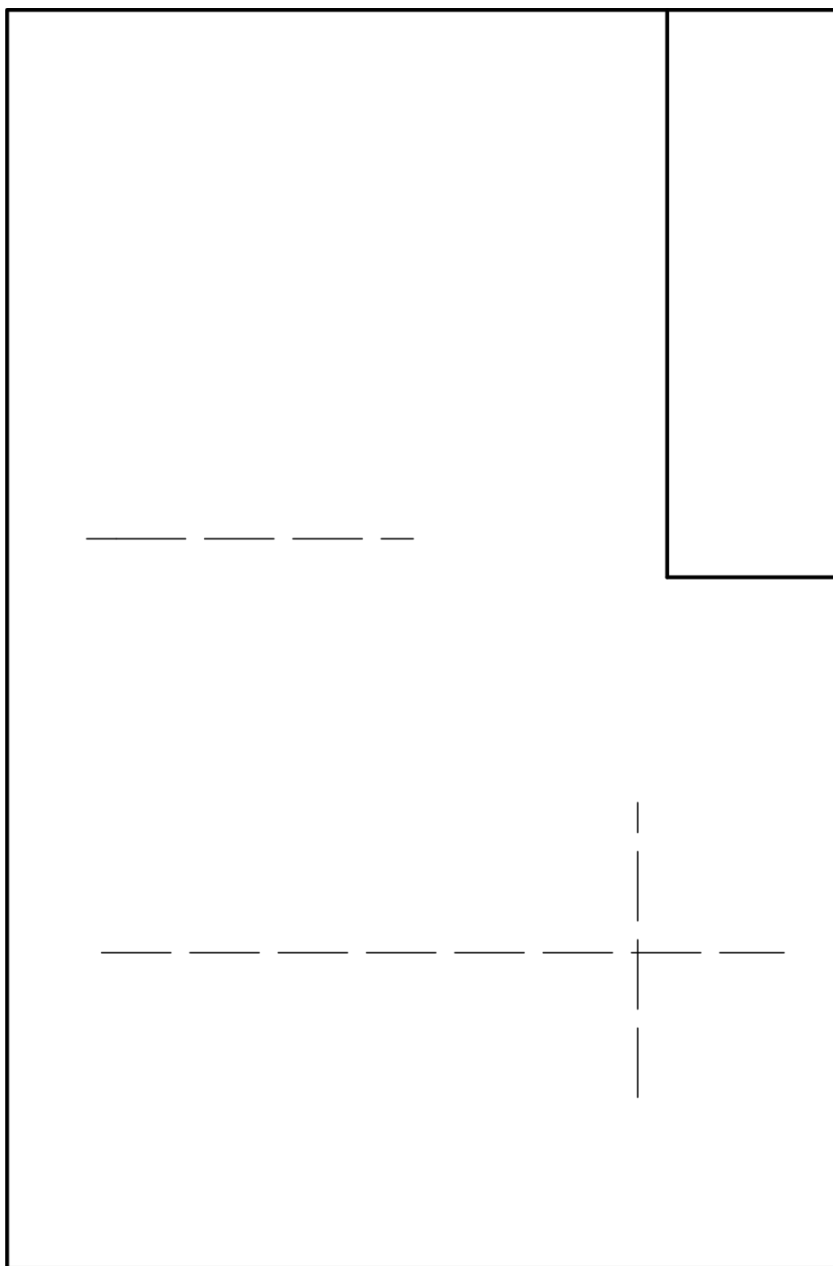
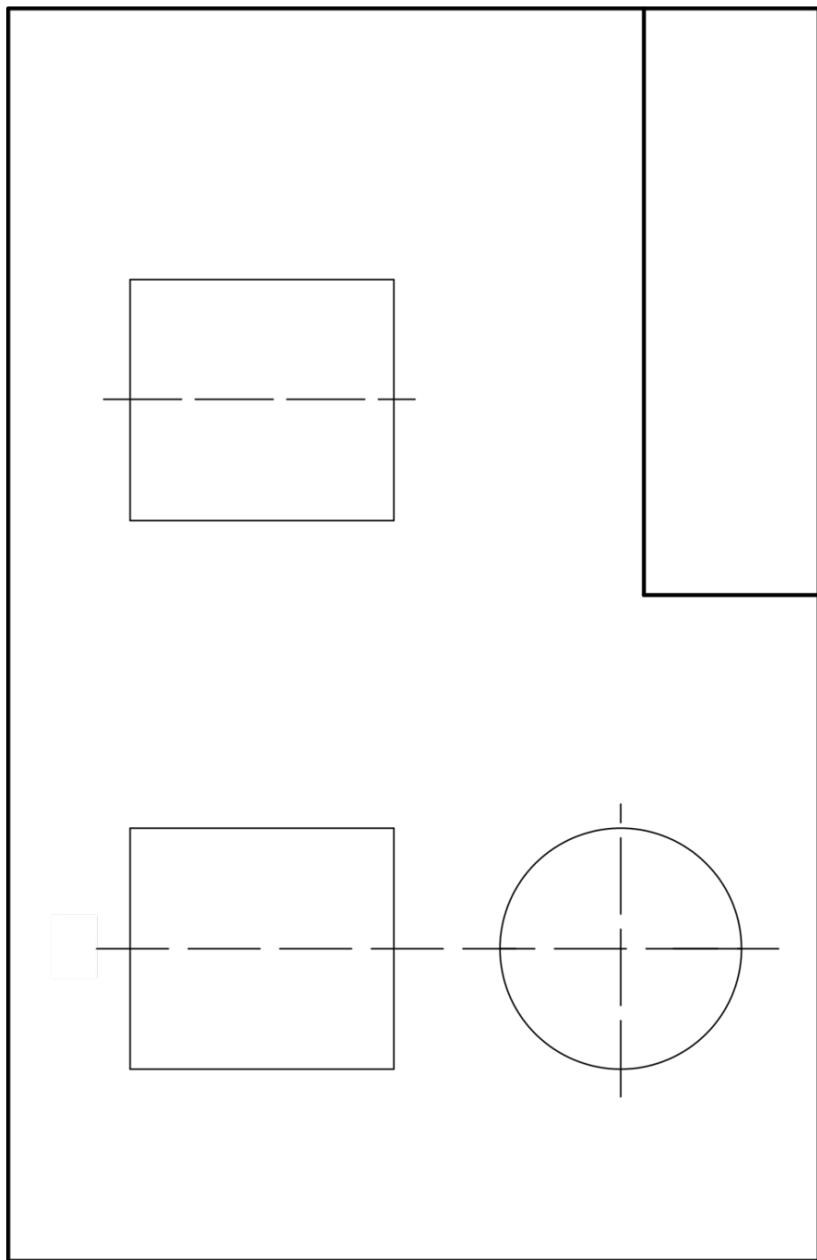

Рис.2
Рис.3
**2. Виконання ескіза (попереднє).** Виконання починають з побудови вісей, припускаючи рівномірне розміщення видів на полі кресленника (рис. 2). Спочатку у тонких лініях виконуємо кресленник зовнішньої поверхні - циліндра (рис. 3).